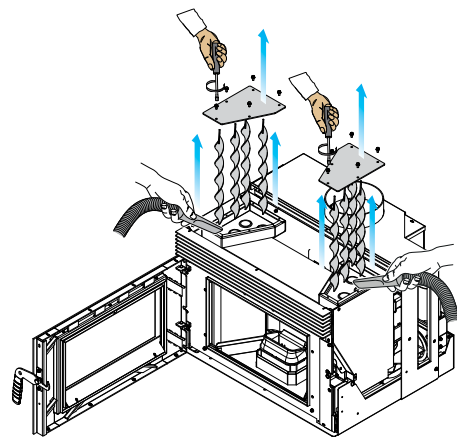

Abb. 7.16
- D) Die oberen Blindstopfen des Ofeneinsatzes entfernen und den Ascherückstand absaugen (Abb. 7.16),